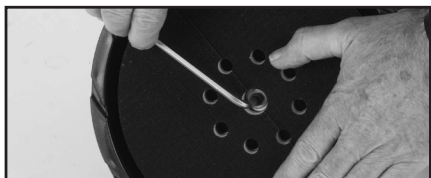

Fig. 11
- Tenez le plateau porte-disque avec la paume d'une main, desserrez avec l'autre main la vis à tête creuse à l'aide de la clé hexagonale fournie de 5 mm. (Fig. 11)